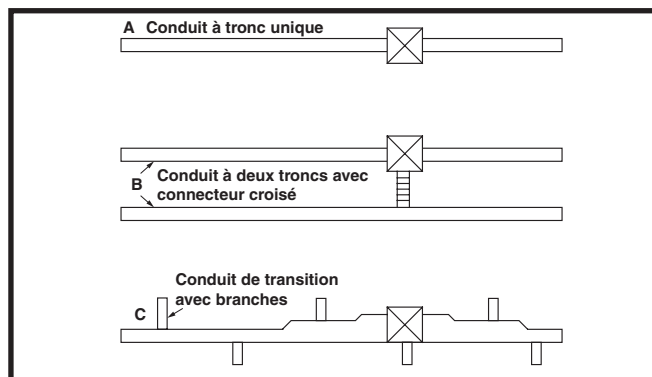

Figure 6. Systèmes de conduit d'alimentation typiques
- L'emplacement, la taille et le nombre de registres doivent être sélectionnés pour obtenir la meilleure distribution d'air possible en fonction du plan de la maison. Trois systèmes de distribution typiques sont illustrés à la Figure 6.